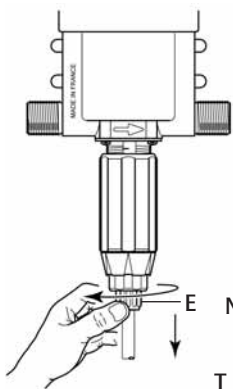

Fig. 15
- draai de slangwartelmoer los (fig. 15-E).